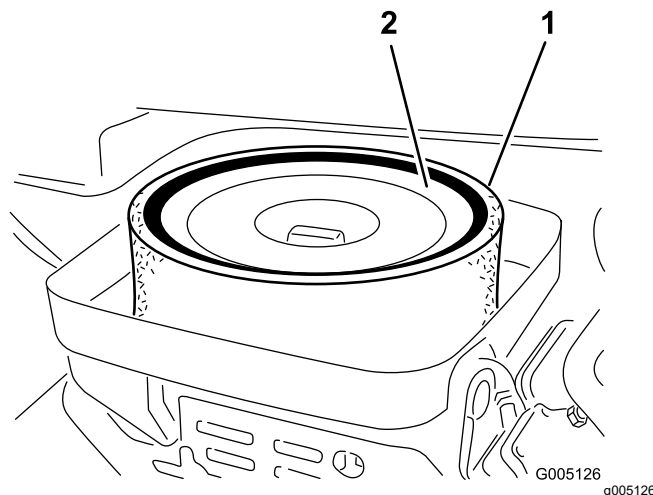

Figure 34
3. Enlevez l'écrou à oreilles qui fixe les éléments au boîtier du filtre à air (Figure 34).
4. Si l'élément en mousse est encrassé, sortez-le de l'élément en papier (Figure 34). Nettoyez-le soigneusement comme suit :